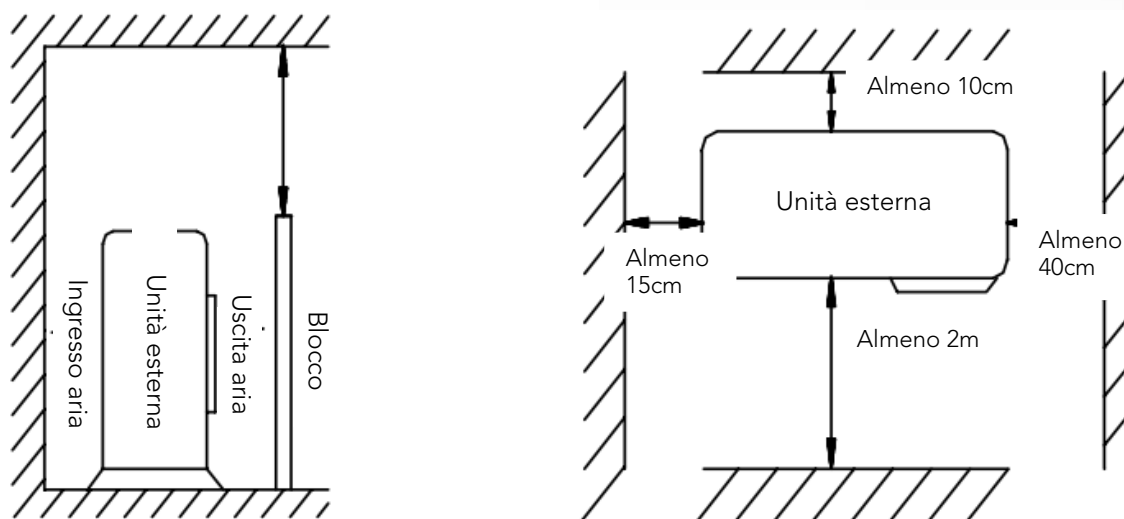

Fig 2
- La distanza di installazione deve essere richiesta come mostrato in Fig. 2.